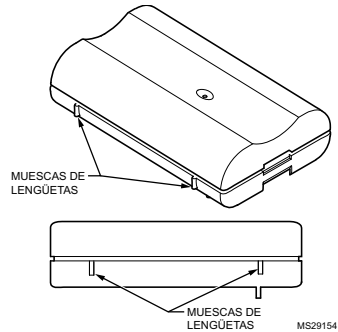

Fig. 8. Muecas de lengüetas del sensor de puerta.
4. Asegúrese de que el lado con muescas del sensor de puerta apunte a la dirección en la que montará el imán. Consulte la Fig. 8 y Fig. 9.